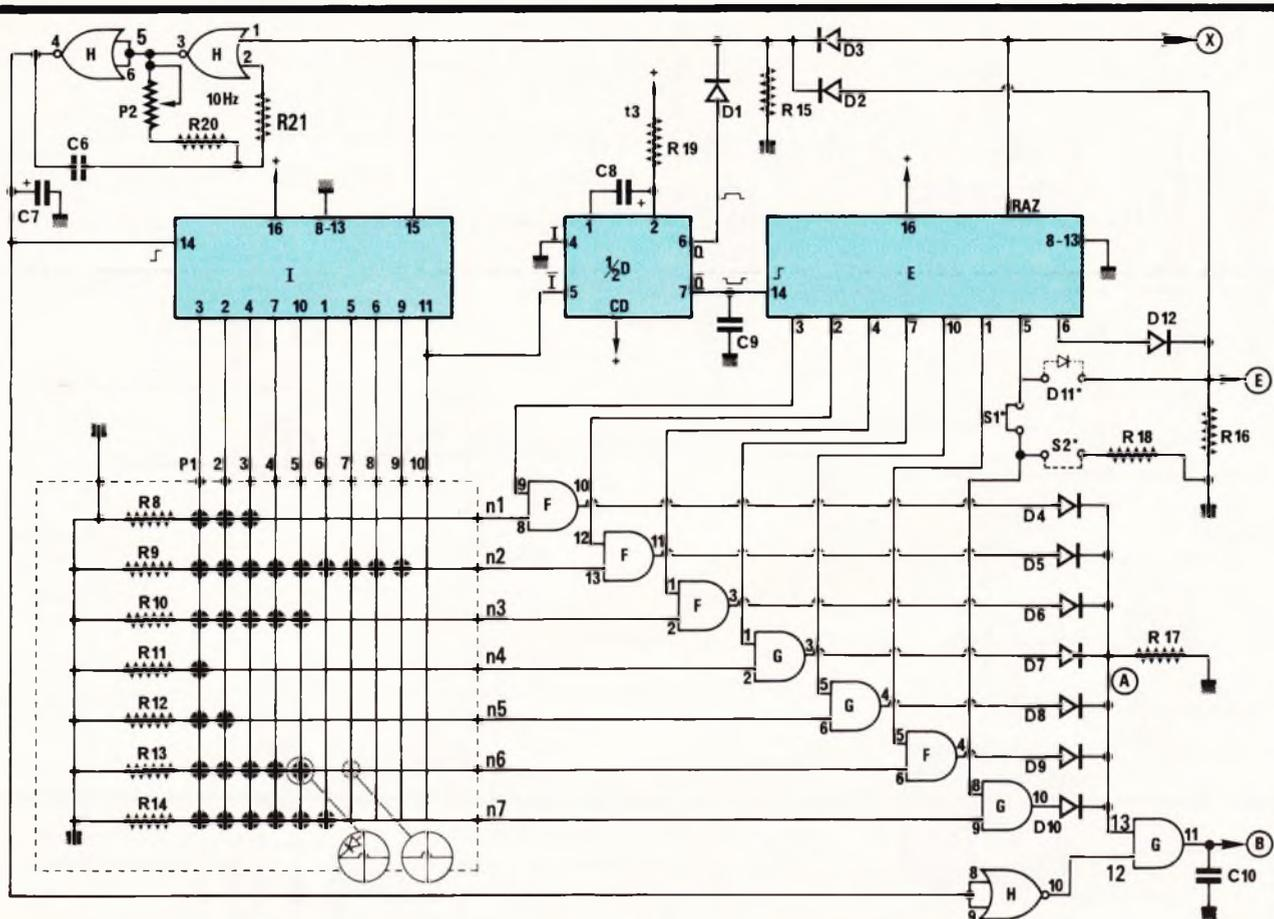

Fig. 4 Section horloge, et les circuits de décodage du numéro.
- à la figure 4, l'horloge et les circuits de décodage du numéro ;
Le codage est facile à réaliser et se résume à la soudure de quelques dizaines de diodes. La figure 4 nous fournit d'ailleurs un exemple précis et qui vaut mieux que de longues explications. Pour coder le numéro 395.12.56 (numéro fictif et d'ailleurs non attribué), nous avons 3 diodes pour les liaisons entre la ligne n1 et les colonnes p1 à p3,